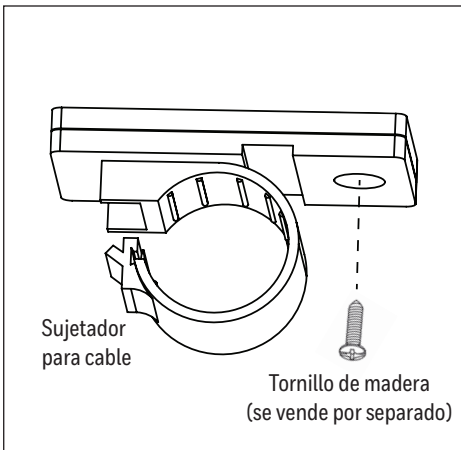

Figura 1.7
- (Opcional) Los sujetadores para cables tienen un orificio redondo para alojar un tornillo para madera (se vende por separado) como alternativa al método de encintado (Figura 1.7).